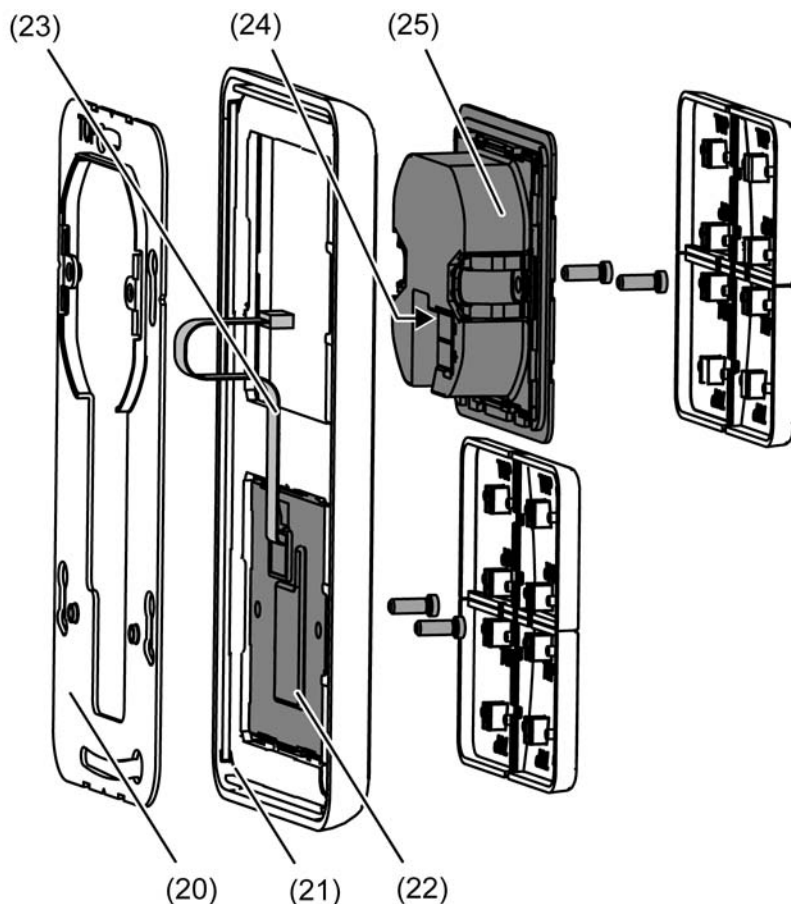

Bild 6: Montage des Tastsensor-Erweiterungsmoduls
An ein Tastsensor-Grundmodul kann jeweils ein Tastsensor-Erweiterungsmodul angeschlossen werden. Bei der Montage eines Tastsensor-Erweiterungsmoduls muss der große Tragrahmen (20) montiert werden (siehe Bild 6). Der große Tragrahmen befindet sich im Lieferumfang des Tastsensor-Erweiterungsmoduls.
Die Montagelage beider Geräte ist bevorzugt senkrecht mit oben montiertem Tastsensor-Grundmodul (siehe Bild 6).